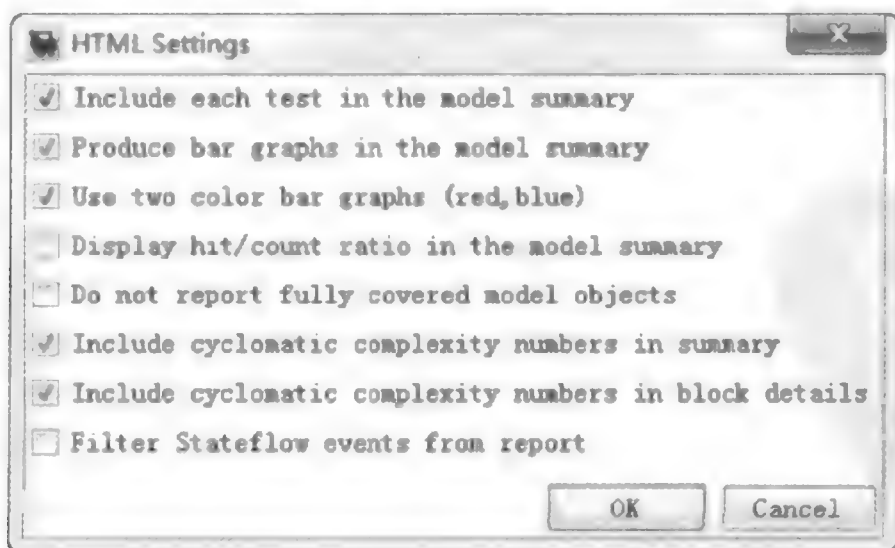

图 9.5.42 报告选项
① Generate HTML Report。当系统完成覆盖度检查时,生成检查报告,同时在 MATLAB 网页浏览器显示,如图 9.5.42 所示。
② 单击右侧的 Settings 按钮,用于设置报告选项,意义如表 9.5.5 所列。